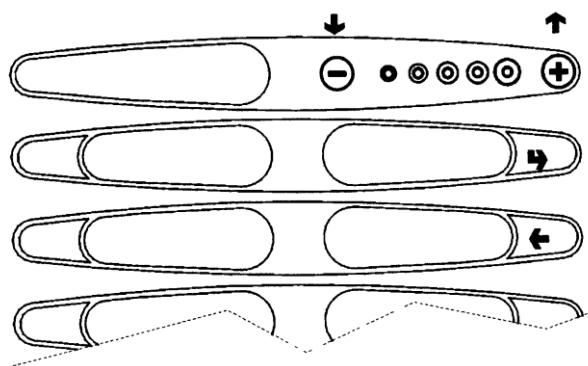

Рис.21
- Внешняя кнопочная панель с кнопками, имеющими следующие функции в режимах «Наполнение» и «Техник» (см. Рис. 21):